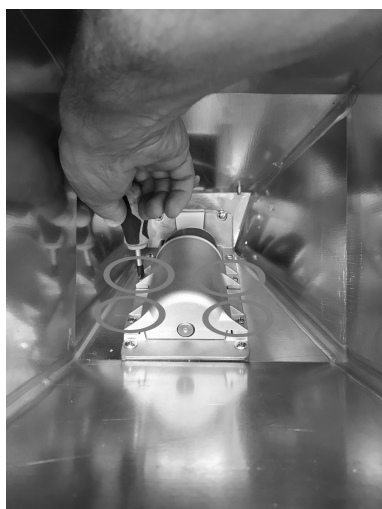

Fig. 27 - Rimozione viti
- Entrare dal serbatoio e svitare le 4 viti del guscio della coclea (vedi **Fig. 27**).